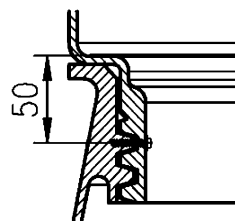

FIG. 12
- Après avoir vissé l'extension, il est recommandé de l'empêcher de se desserrer à l'aide des vis fournies. Pour cela, percer un trou Ø 3 mm dans la zone de filetage inférieure du filetage de l'extension et du réservoir, puis visser (Voir FIG. 12 ci-après).